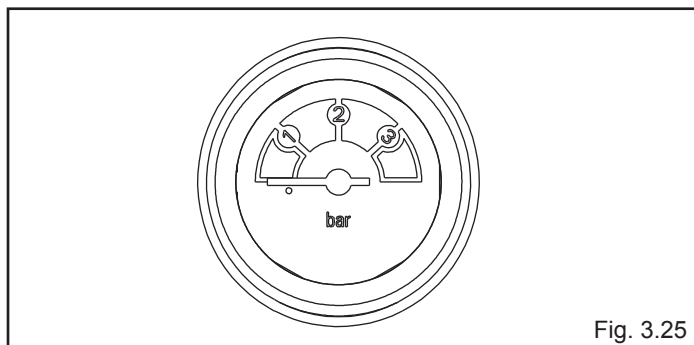

Fig. 3.25
- aprire di due o tre giri il tappo della valvola inferiore (A) di sfogo aria automatica, per permettere un continuo sfiato dell'aria, e lasciarlo aperto
- aprire il rubinetto di riempimento (C) fino a che la pressione indicata sull'idrometro sia compresa tra **1 bar e 1,5 bar** (fig. 3.25),